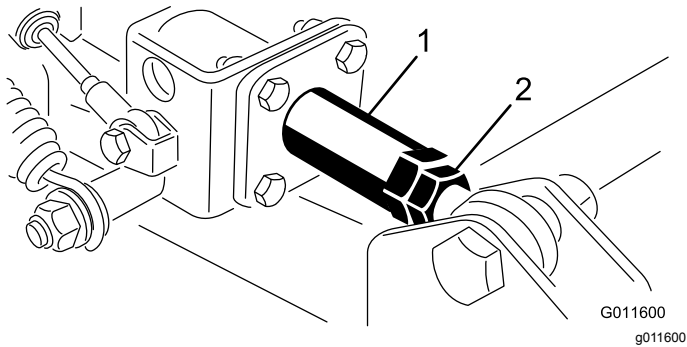

Figura 6
- D. Si la carcasa no está alineada con la unidad de tracción, afloje la tuerca autoblocante en el extremo de la varilla del conjunto del brazo del amortiguador de la carcasa lateral (Figura 6). Ajuste el acoplamiento de modo que gire libremente dentro del tubo de amortiguación. Realice todos los ajustes con el extremo del brazo del amortiguador atornillado a la carcasa.